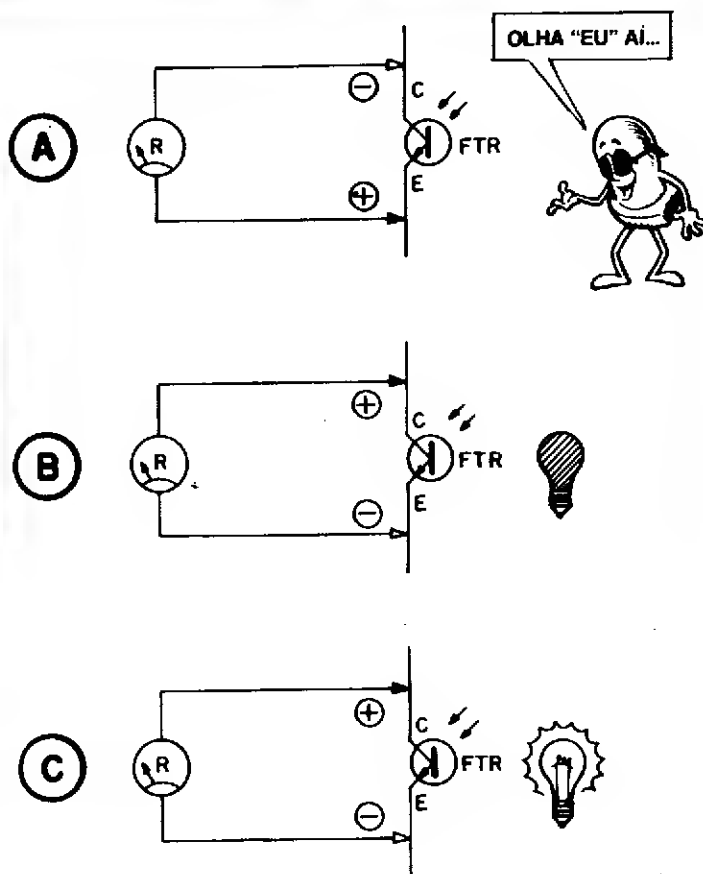

Fig.8
- FIG. 8 - Através de algumas montagens práticas e experimentais anteriores, o Leitor/"Aluno" já travou conhecimento com o foto-transistor que - em termos simples - não passa de um transistor bipolar comum, porém sem o terminal de **base** (às vezes esse terminal **está** presente, contudo...) e dotado de uma "janela" por onde a luminosidade externa pode penetrar, agindo a luz como se fosse a própria Corrente de **base**, polarizando tão mais intensamente o transistor quanto mais forte for a tal luz... Considerando todos esses aspectos, e a partir do fato de que as pontas de prova de um OHMÍMETRO podem "fornecer" Tensão, análises dinâmicas muito válidas e precisas podem ser feitas...! Num foto-transistor de polaridade original NPN (como o TIL78, por exemplo...), se aplicarmos a ponta de prova **negativa** ao **coletor** e a **positiva** ao **emissor**, (como em 8-A), qualquer que seja a condição de luminosidade atingindo o foto-transistor, uma indicação de R **alta** deve ser obtida, já que o componente estará polarizado de forma nitidamente invertida... Se, na configuração 8-A, for obtida uma indicação de R **muito baixa**, o componente estará, automaticamente "sob suspeita"... Já com as pontas de prova aplica-